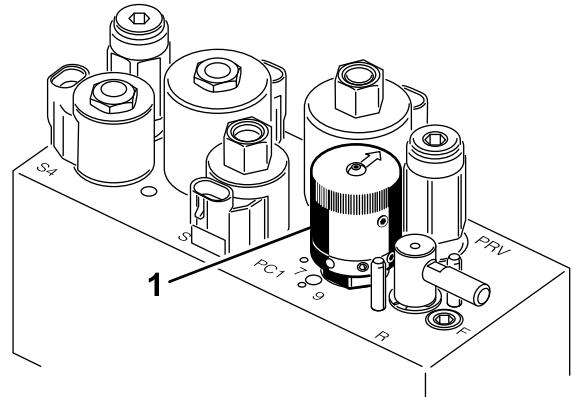

Figura 30
4. Para ajustar a velocidade dos cilindros, rode o manípulo (Figura 30) até que as setas indicadoras fiquem alinhadas com o número que designa o ajuste desejado.